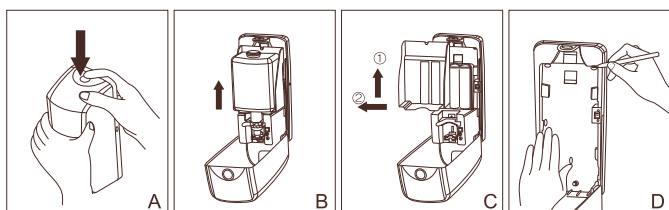
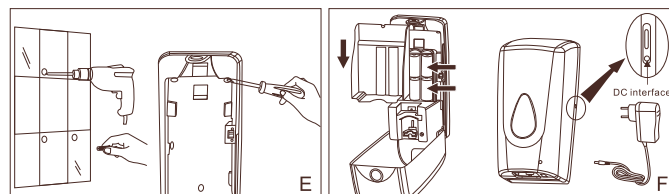

Рисунок 2
Рисунок 3
1. Откройте крышку корпуса дозатора (Рисунок 2А).
2. Потяните контейнер на себя и снимите его (Рисунок 2В).
3. Потяните вверх заднюю стенку фиксатора контейнера и снимите ее (Рисунок 2С).
4. Приложите заднюю стенку дозатора к стене к месту где вы хотите установить дозатор. Отметьте на стене 4 отверстия, используя заднюю крышку как шаблон (Рисунок 2 D). С помощью винтов и дюбелей прикрепите дозатор к стене (Рисунок 3Е).